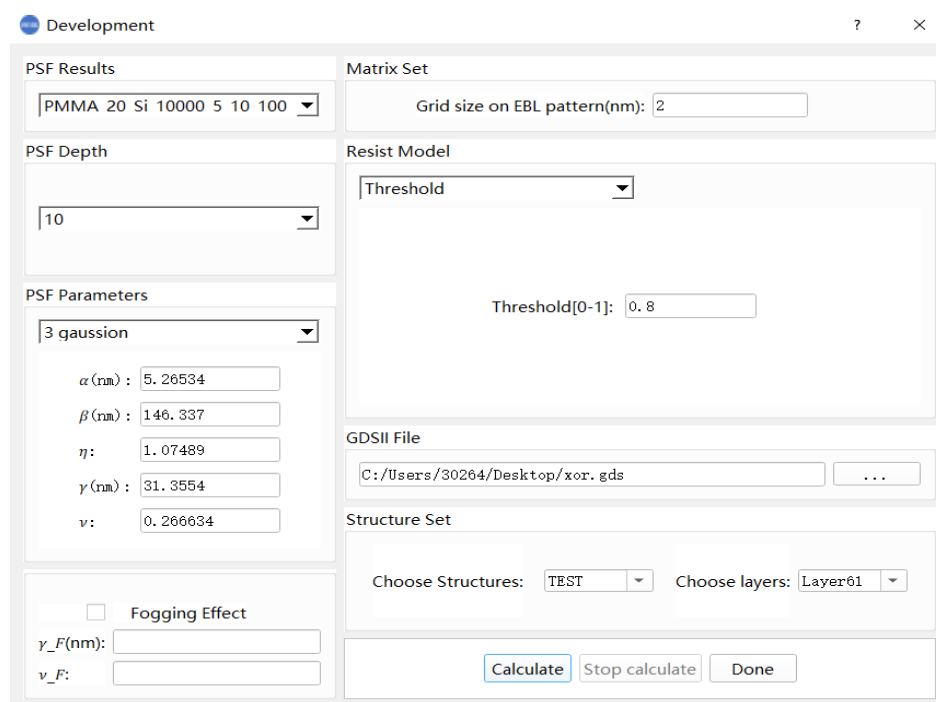

图 3.2.1 显影操作界面
- (1) 点击主界面顶部工具栏的“Development”开始进行显影计算(如图 3.2.1)。
- (2) 在“PSF Result”中选择一个计算过的某种参数下的 PSF 值。
- (3) 在(2)的基础上选择某一深度的 PSF 值。
- (4) 在(3)的基础上选择一组模型进行拟合, 进行显影计算, 下面选择的是三高斯模型进行演示。
- (5) 如果需要考虑雾化效应, 勾选“Fogging Effect”后填写参数, 如果不需要考虑雾化效应, 直接忽略。
- (6) “Matrix set” 设置矫正划分的曝光单元最小尺寸 (nm), 下图选定 5nm。